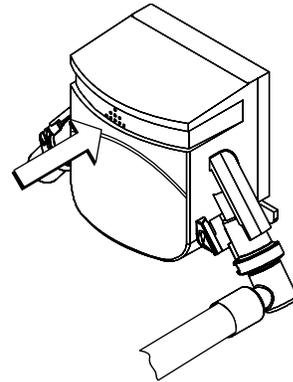

Figura 67
12. Abra la bomba levantando la tapa abisagrada. (Vea la flecha en la figura 67).